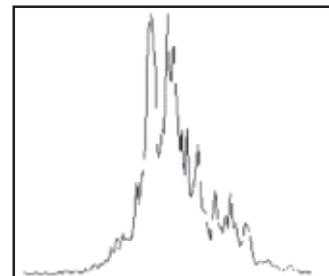

Рис. 2. Сигнал фотоприемника.
Рис. 2. Соответствия структур блока различным вариациям значения третьего байта (а) – (д): (а) – 0x0E, (б) – 0x0D, (в) – 0x04, (г) – 0x08, (д) – 0x10; распределение масочных битов (е) и соответствие цветов блока для масок 0x3F, 0x33 (ж).
показано на рис. 2.а, где г – это голубой пиксель, б – белый. Соответствующие замены значения третьего байта на 0x0D, 0x04, 0x08, 0x10 приводят к структурам второго блока, изображенным на рис. 2. б-д. Т.е. анализируемый третий байт является маской для нижней половины блока размером 4x4, и значение нуля порядкового, в соответствии с рис. 2.е, бита определяет цвет 0x1F пикселя, а единицы – 0xFF. Аналогичный анализ следующего четвертого байта показывает, что он является маской для верхней половины блока, где соответствие бит-пиксель отражено на рис. 2.е, причем значение 0 бита определяет цвет 0x1F соответствующего пикселя, а 1 – 0xFF.
Таким образом, первые четыре байта буферной последовательности (3) относятся к первому блоку, вторая четверка байтов – ко второму и т. д. В соответствии с рис. 2.е, значения масок 0x3F и 0x33 отражают структуру блока рисунка 2.ж, т.е. первого блока тестового кадра. Из приведенных результатов также следует и то, что байт 0x80 одноцветных изображений – это тоже
Источник света с интенсивностью в сечении, распределенной по Гауссу, формирует зондирующее изображение в точке  $P$  поверхности  $Z$ . Два многоэлементных линейных фотоприемника, размещенные в координатных системах  $O1$  и  $O2$  регистрируют отклик в точках  $P1$  и  $P2$ . Отклик имеет вид показанный на рис.2.